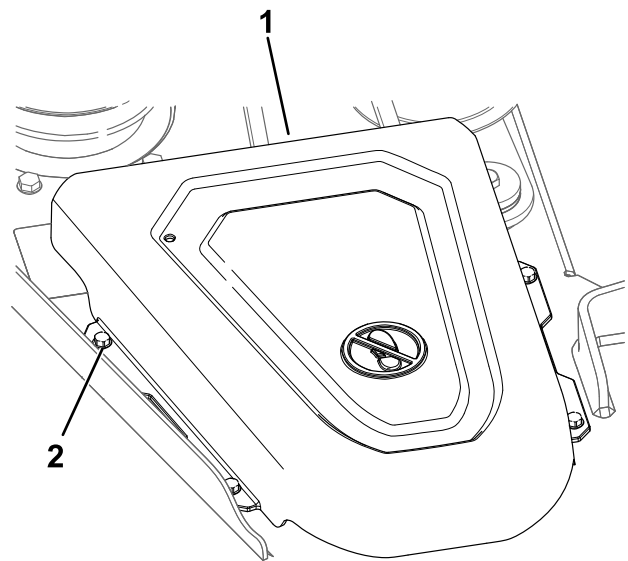

Bild 51
4. Bei 122 cm-Mähwerken die 4 Schrauben für beide Riemenscheibenabdeckungen lösen und die Abdeckungen entfernen (Bild 51).
9. Bei 91 cm-Mähwerken die Abdeckungen der Riemenscheiben einbauen (Bild 51).